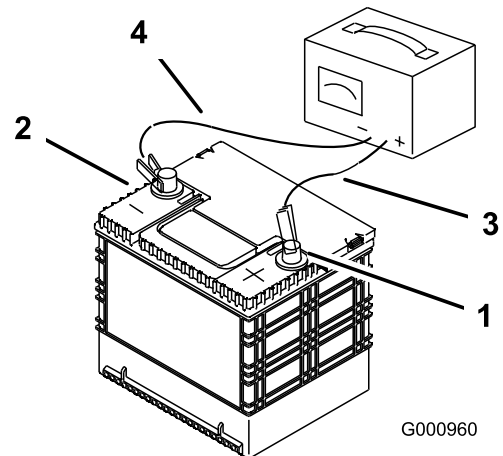

Figura 77
2. Atunci când bateria este complet încărcată, deconectați încărcătorul de la priză electrică, apoi deconectați cablurile încărcătorului de la clemele bateriei (Figura 77).